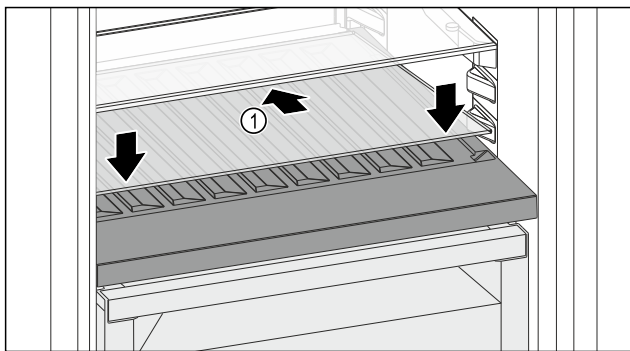

Fig. 122
- Helyezze be ferdén, hátul lefelé döntve az üveglapot Fig. 122 (1).
- Engedje le az üveglap Fig. 122 (1) elejét.